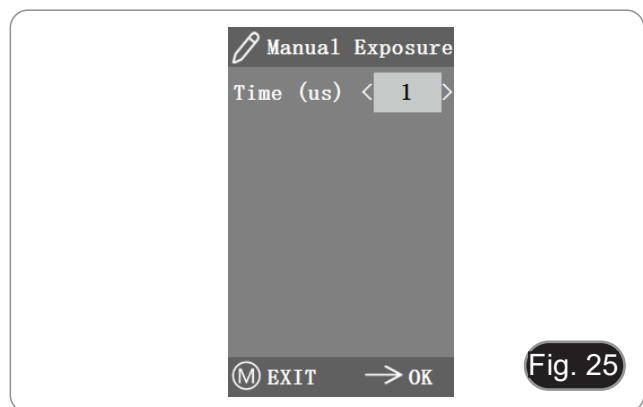

Fig. 25
- En exposition manuelle, vous pouvez également régler l'exposition en définissant la valeur du "temps d'exposition". (Fig. 25)